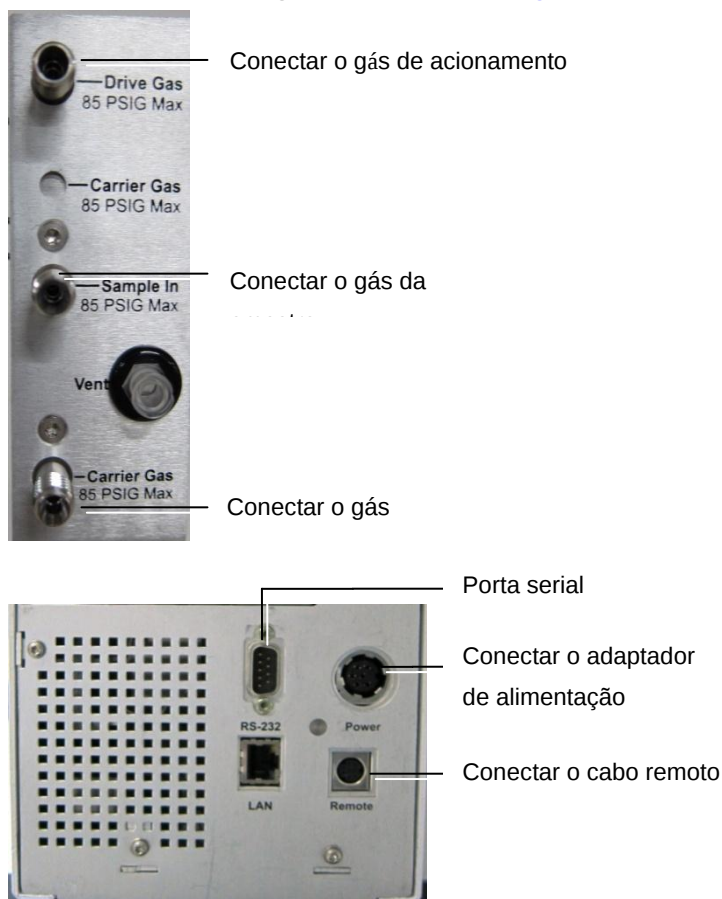

Figura 23 Diagrama esquemático da interface de cabo e linha de gás
3. Conecte a linha de gás de acordo com a **Figura 23**.